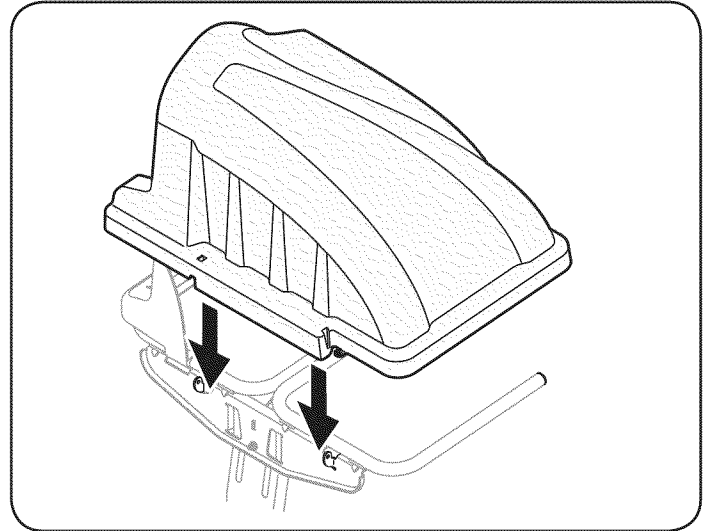

Figure 11
3. Instale la cubierta de recogedor de hierba en el conjunto de soporte de la bolsa, como se ve en la Figure 11. La cubierta del colector de hierba va dentro de las dos lengüetas de montaje en el conjunto de soporte de la bolsa.